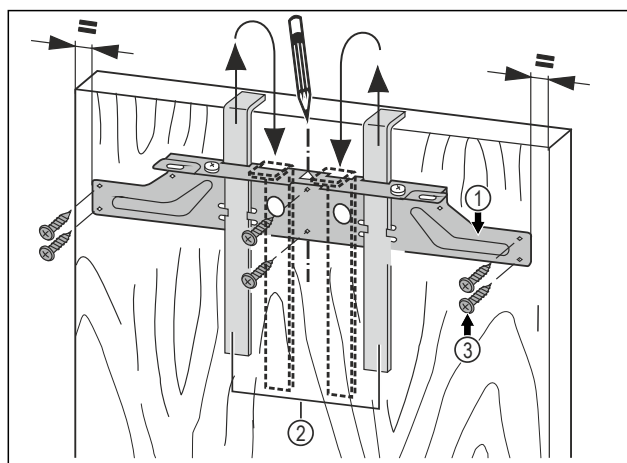

Fig. 20
- Accrocher la traverse de fixation Fig. 20 (1) du côté intérieur de la porte du meuble avec les aides au montage Fig. 20 (2).
- Aligner la traverse de fixation Fig. 20 (1) au centre de la porte.
- visser fermement la traverse de fixation Fig. 20 (1) avec au moins 6 vis Fig. 20 (3).
- visser fermement la traverse de fixation Fig. 20 (1) au bord avec 4 vis Fig. 20 (3).
- Retirer les aides au montage Fig. 20 (2) par le haut et les insérer retournées dans les ouvertures situées à côté.